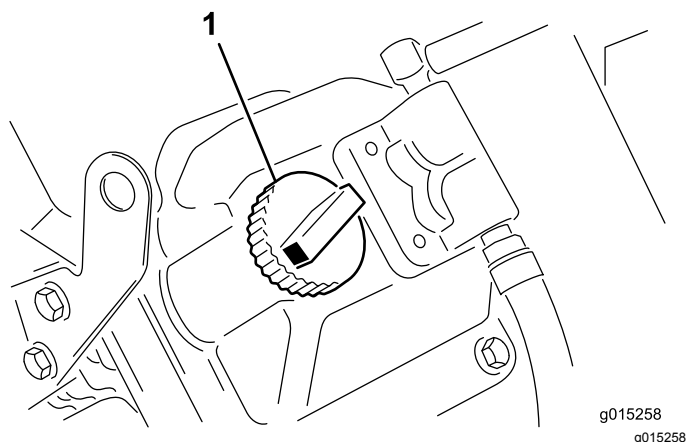

Рисунок 9
5. Если уровень масла ниже метки «Полный», снимите крышку заливной горловины и добавляйте масло, пока его уровень не достигнет отметки «Полный» на щупе (Рисунок 9).